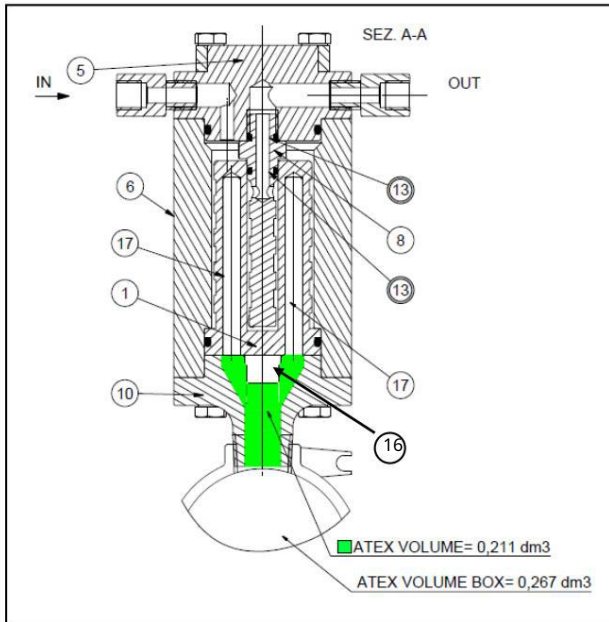

Fig. 2
Referindu-ne la Fig. 2, gazul este ghidat în încălzitorul electric PPH 200 printr-o cale specifică care permite încălzirea prin intermediul a 2 cartușe de încălzire (17) alimentate de termostat. O sondă verifică temperatura gazului și comunică termostatului valoarea măsurată. Termostatul are funcția de a opri sistemul atunci când temperatura gazului atinge valoarea setată. Pe măsură ce temperatura gazului scade sub valoarea setată, termostatul activează releul de alimentare intern și alimentează cartușele de încălzire pentru a menține temperatura dorită. Un termostat de siguranță (16) este conectat în serie cu cartușele de încălzire și are funcția de a opri sistemul atunci când temperatura suprafeței unde este instalat atinge valoarea de deschidere (nesetabilă). Termostatul pornește dispozitivul atunci când temperatura suprafeței scade sub temperatura de închidere (nesetabilă).